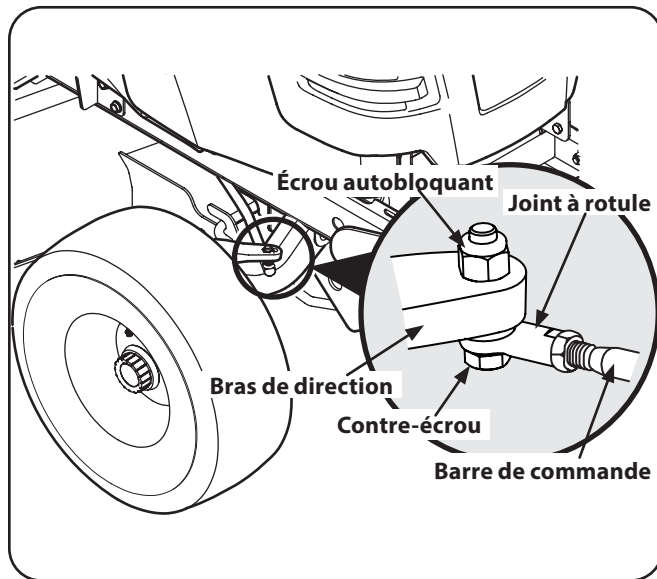

Figure 6-11
5. Desserrez les contre-écrous sur les joints à rotule. Voir Figure 6-11.
6. Retirez les écrous autobloquants afin de détacher les joints à rotule avant des bras de direction. Voir Figure 6-11. Déplacez chaque roue manuellement afin d'obtenir le pincement adéquat, c'est-à-dire des mesures D égales.